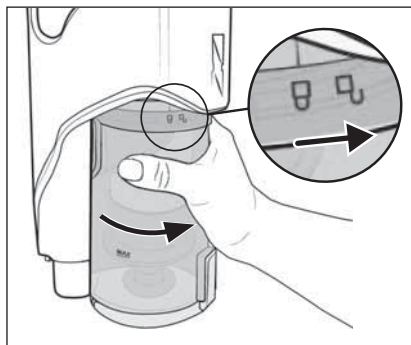

Fig. 25
- 8) Remettez le bac à poussière **7** dans l'appareil et tournez-le dans le sens du symbole **10** (fermer) jusqu'à ce qu'il soit bien en place dans l'appareil (voir fig. 25).